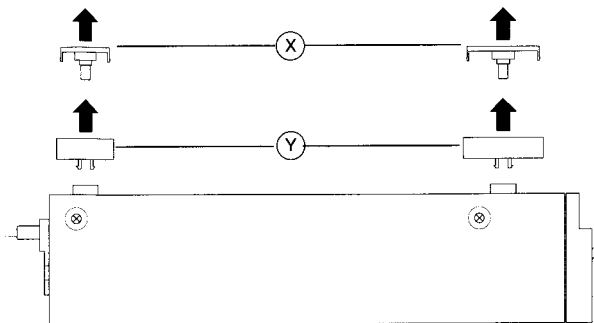
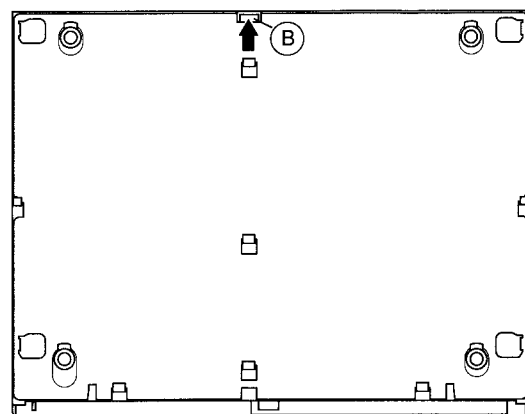

Fig. 4
Fig. 5
- Nur bei großen Gerätefüßen (Fig. 4).
- 4 Einlagen (X) mit Hilfe eines Schraubendrehers herausnehmen und anschließend die 4 Gerätefüße (Y) abziehen.
- Rastnase (B) lösen.
- Gehäuseunterteil in Pfeilrichtung schieben und abnehmen (Fig. 5).
- For recorders with large feet (Fig. 4)
- Take out the four inserts (X) by means of a screwdriver, then pull off the four feet (Y).
- Release the locking lug (B).
- Push the cabinet base in the direction of the arrow and remove (Fig. 5).